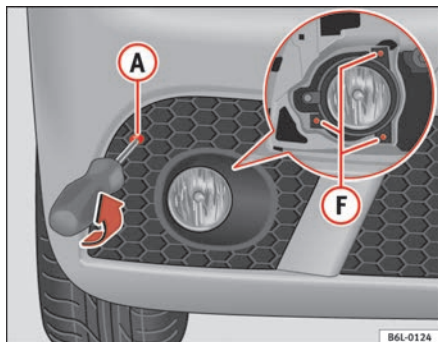

Abb. 158 Nebelscheinwerfer
- Die Befestigungsschrauben **F** ⇒ Abb. 158 entfernen und nach Freilegen des Steckers diesen abziehen.
- Zum Entfernen des Gitters die Schraube **A** ⇒ Abb. 158 heraus-schrauben, vorsichtig auf der der Schraube gegenüberliegenden Seite am Gitter ziehen und den Deckel lösen.